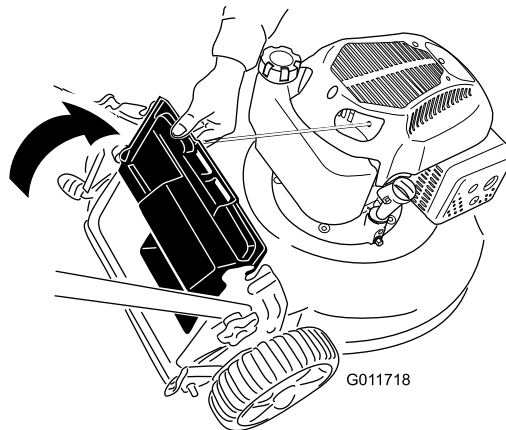

Figure 20
2. Soulevez le déflecteur arrière et maintenez-le dans cette position (Figure 20).